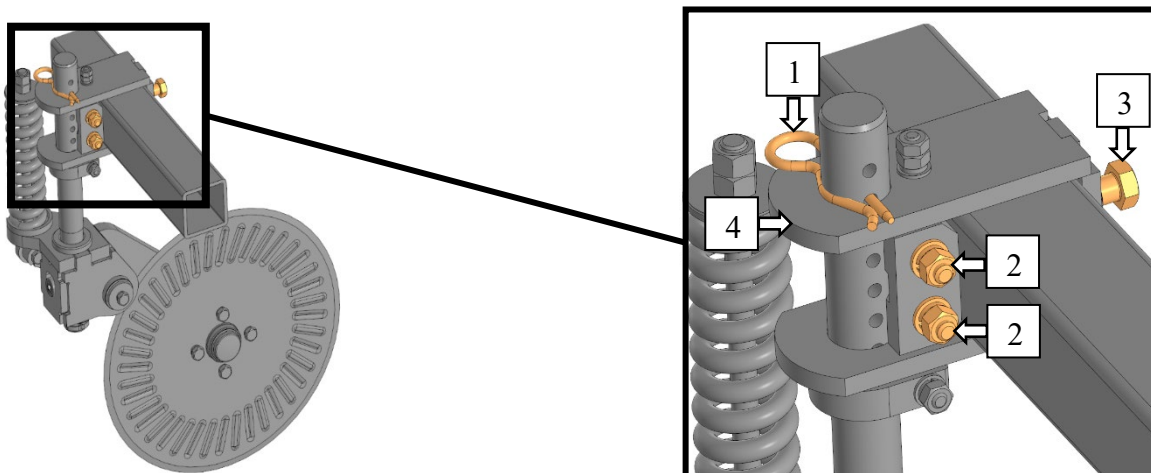

Рисунок 59 – Фиксация турбоножа
1. Извлечь шплинт (1) и установить его в отверстие, выше кронштейна (4) (это необходимо для того, чтобы исключить падение стойки турбоножа). Ослабить затяжку болтов (2) и (3), рис. 59.